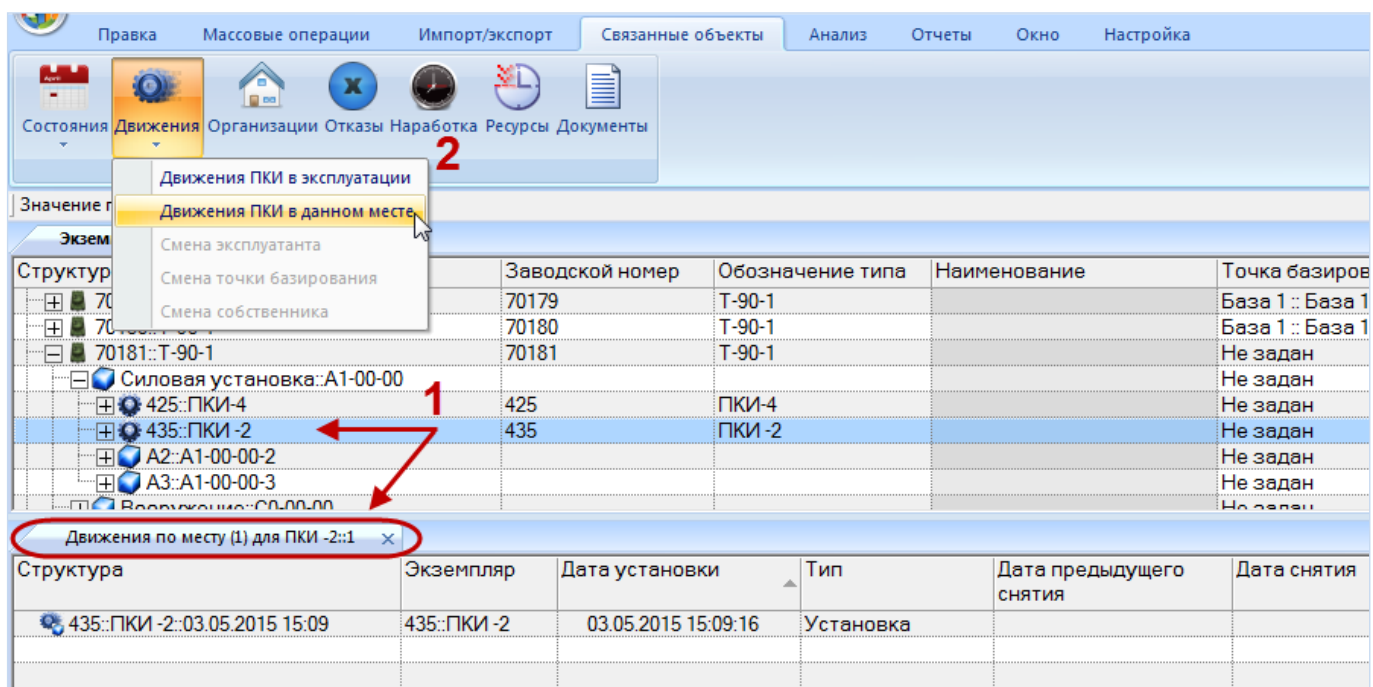

Рис. 23-6 – Окно связанных объектов «Движения по месту»
2) Выделить экземпляр ПКИ (1 на рис. 23-6).
3) Нажать кнопку «Движения» панели «Связанные объекты» и из раскрывшегося окна выбрать пункт «Движения ПКИ в данном месте» (2 на рис. 23-6).
4) Открывается окно связанных объектов «Движения по месту» для выбранного экземпляра ПКИ (рис. 23-6).